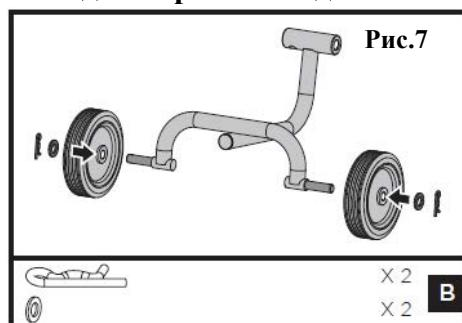

Рис.7
Рис.7а
- Наденьте колеса на цапфы. Закрепите фиксаторами и плоскими шайбами (Рис.7).
- Потяните пружинную задвижку вверх и вставьте верхнюю трубку крепления колес в монтажную скобу. Совместите концы трубы с отверстиями. Вставьте задвижку и закрепите фиксаторами (Рис.7а).